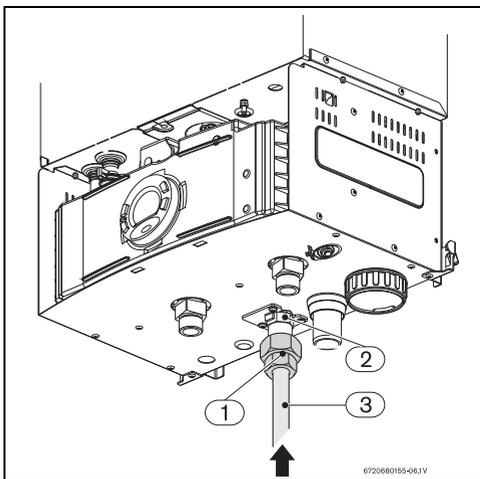

Fig. 24
Afin d'effectuer le raccordement entre le réseau de gaz et le chauffe-bain, il faut utiliser l'accessoire fourni. Serrer la vis sur le tuyau d'arrivée de gaz (Fig. 24, pos. 1), et utiliser l'extrémité en cuivre (Fig. 24, pos. 2) pour la souder au tuyau du réseau de gaz (Fig. 24, pos. 3).